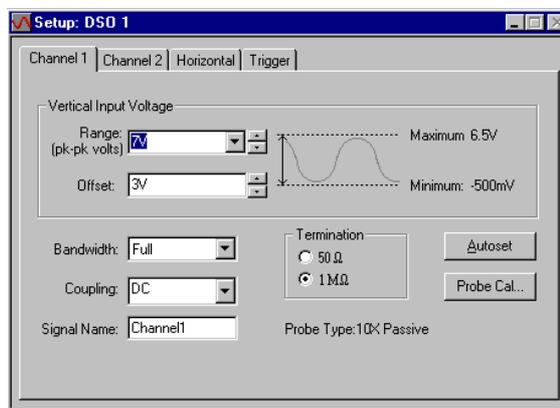

図 2-53 : [Channel]タブ
2. [DSO Setup]ウィンドウの中の[Channel 1]タブを選択します (図 2-53)。